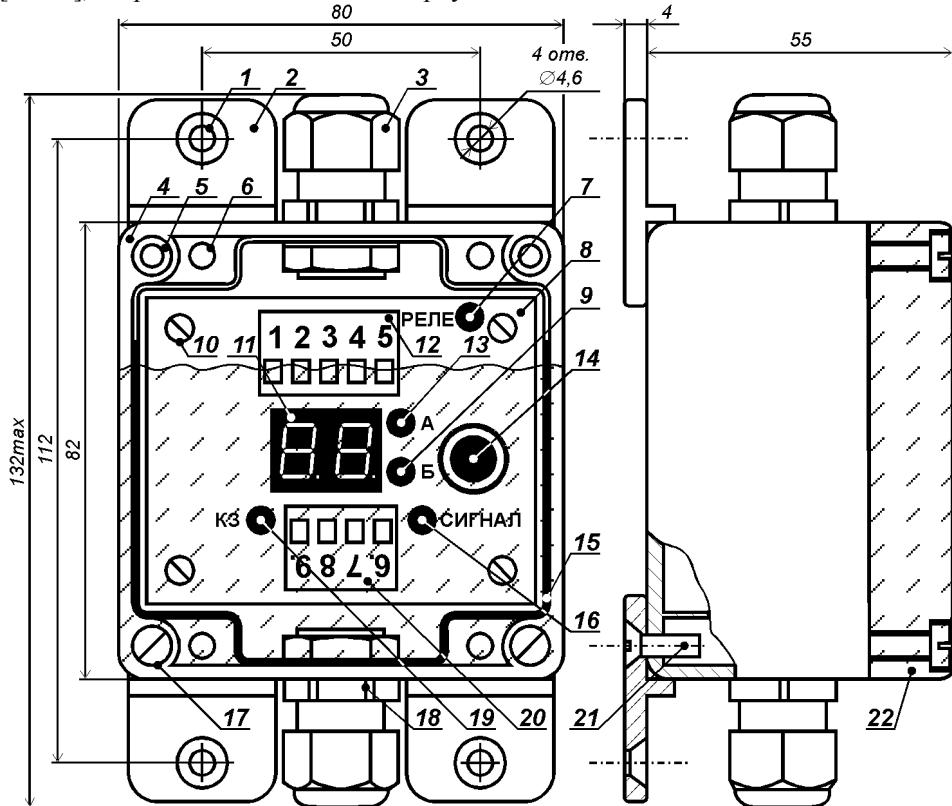
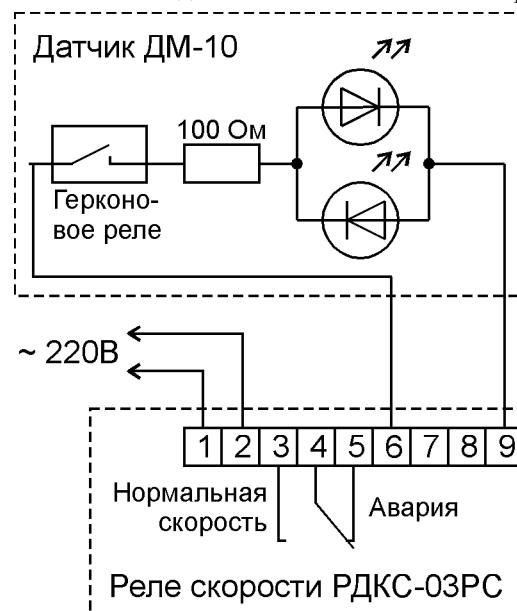

Рис. 1. Конструкция реле скорости РДКС-03РС.
Рис. 3. Схема подключения РДКС-03.
Конструкция РС показана на рис. 1. Устройство размещено в пластмассовом корпусе [поз. 4], который закрыт прозрачной крышкой [поз. 22] через уплотнитель [поз. 15] четырьмя винтами [поз. 17]. Винты вворачиваются в резьбовые втулки [поз. 5], запрессованные в стенках корпуса.
- светодиод: «Реле» [поз. 7], показывающий состояние выходных контактов РС. Светодиод горит, когда контакты находятся в положении «Нормальная скорость» (рис. 3);
Схема подключения УКС показана на рис. 3.
РС монтируется либо вблизи контролируемого механизма, либо в электрощитовом помещении, рядом с его пусковой аппаратурой. Для крепления РС служат четыре винта M4x10 из комплекта поставки. Винты вворачиваются в установочные отверстия РС [поз. 1 на рис. 1].
Клеммы РС рассчитаны на использование проводов сечением от 0,5 до 2,5 мм^2 . Клеммы 1 и 2 РС служат для подачи напряжения электропитания (см. рис. 3), а клеммы 3, 4 и 5 – для блокировки контролируемого механизма. Датчик ДМ-10 в произвольной полярности подключается к клеммам 6 и 9, а клеммы 7 и 8 РС не используются. Для подключения проводов к разъёмным клеммным рядам РС необходимо отсоединить клеммные колодки от печатной платы, осторожно потянув их вверх. Затем следует провести кабели через гермовводы и подключить провода к клеммам, после чего вновь присоединить колодку к печатной плате РС до фиксации.
При отсутствии сетевого напряжения на клеммах 1 и 2 РС контакты встроенного электромагнитного реле находятся в положении «Авария» (рис. 3).
После подачи питания и до нажатия на энкодер [поз. 14 на рис. 1] РС находится в режиме «Работа». Светодиод «А» [поз. 13 на рис. 1] горит, если скорость механизма выше номинальной, а светодиод «Б» [поз. 9 на рис. 1] – если ниже. Цифровое табло [поз. 11 на рис. 1] показывает процент отклонения текущей скорости механизма от номинальной. Если отклонение превысило заданный порог и это превышение длится дольше заданной задержки, то контакты выходного реле РС переходят в положение «Авария» (рис. 3). При изменении скорости на 50 % и более задержка отсутствует. Цифровое табло отображает зафиксированный процент изменения скорости: если скорость в момент отключения была выше номинальной, то горит светодиод «А», а если ниже – то светодиод «Б». В случае принудительного (минута контакты РС) пуска механизма, когда его скорость войдёт в допустимый диапазон и пройдёт заданное время задержки, контакты реле вернутся в положение «Нормальная скорость» (рис. 3).
В режиме «Автонастройка» РС запоминает текущую скорость объекта, в дальнейшем принимая её за номинальную (за 100%). Контакты реле переходят в положение «Нормальная скорость» (рис. 3) и одновременно мигают светодиоды «А» и «Б».
4. Если при подаче на РС сетевого напряжения загорается светодиод «КЗ» [поз. 19 на рис. 1], то следует устранить короткое замыкание в линии связи между датчиком и РС.
7. Три раза нажав на энкодер [поз. 14 на рис. 1], войти в режим «Автонастройка» (должны одновременно мигать светодиоды «А» [поз. 13 на рис. 1] и «Б» [поз. 9 на рис. 1]).